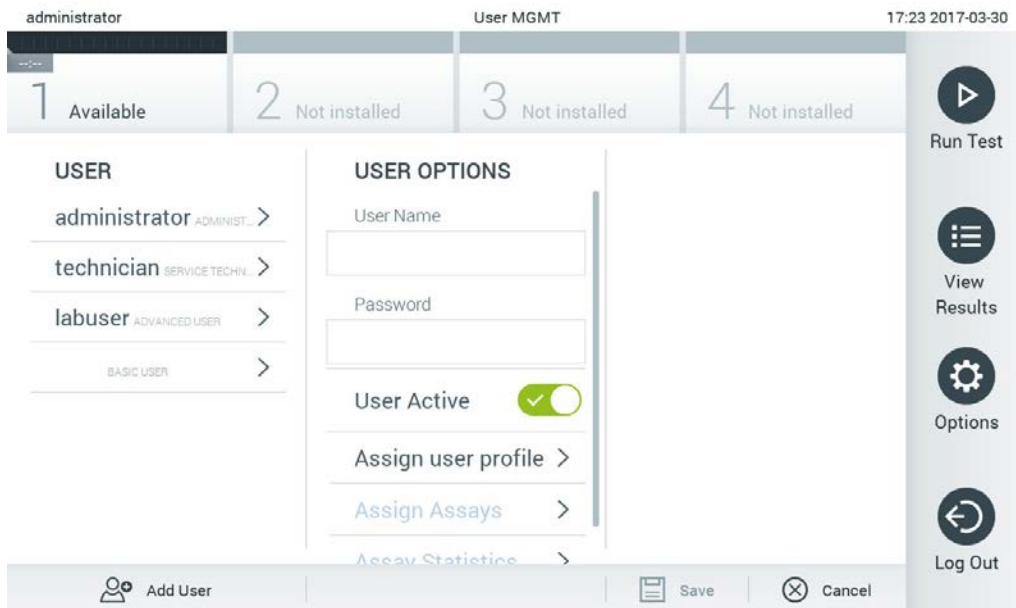

Figura 63. Adăugarea unui utilizator nou.
1. Apăsați butonul **Options** (Opțiuni), apoi butonul **User Management** (Gestionarea utilizatorilor) pentru configurarea utilizatorilor. Ecranul **User Management** (Gestionarea utilizatorilor) apare în zona de conținut a afișajului (Figura 63).